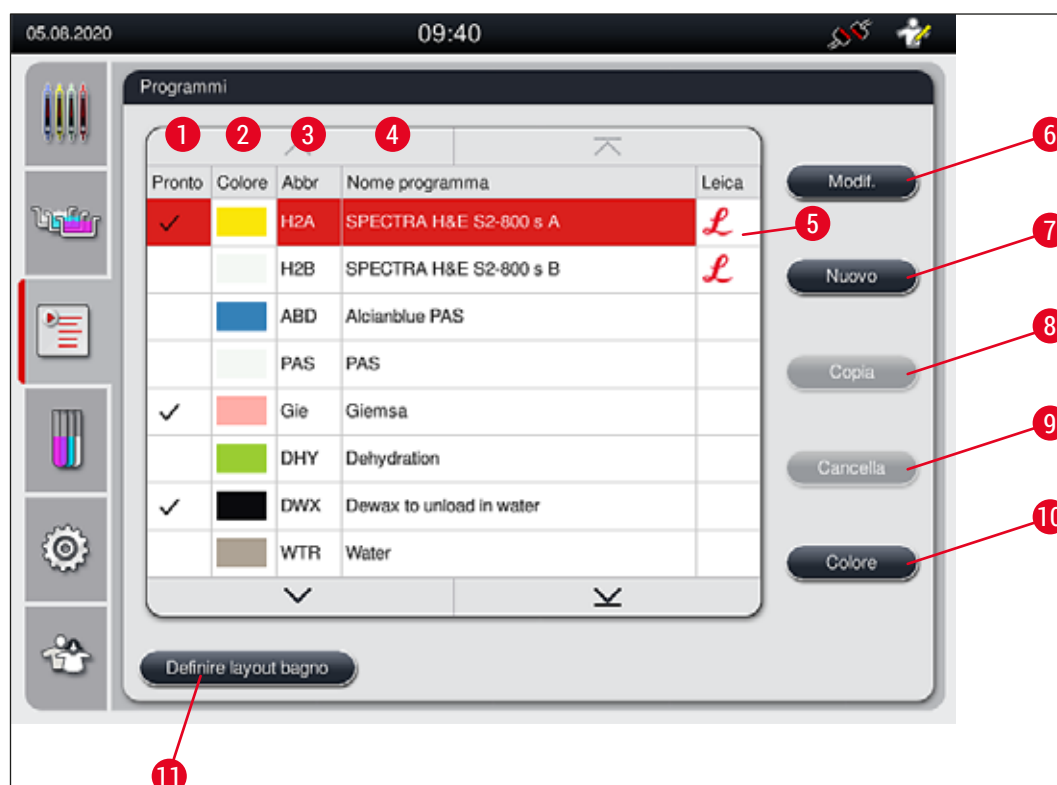

Fig. 41
- Per attribuire un colore alla maniglia del portavetrini, toccare il relativo programma nell'elenco programmi (→ "Fig. 41") e selezionarlo.
Alcuni programmi di colorazione Leica possono essere utilizzati parallelamente con diverse impostazioni (intensità di colorazione, step nel forno) (→ p. 67 – 5.9.3 Adattamento del programma di colorazione H&E Leica). Tali programmi sono preinstallati due volte nell'elenco dei programmi (→ "Fig. 41"). Per poter distinguere questi programmi di colorazione Leica H&E preinstallati due volte, l'elenco dei programmi mostra le abbreviazioni S1A e S1B o S2A e S2B. Tali programmi contengono esattamente gli stessi step programma. Se nel layout bagno sono integrati due programmi identici, è necessario scansionare e riempire due kit di colorazione Leica identici.